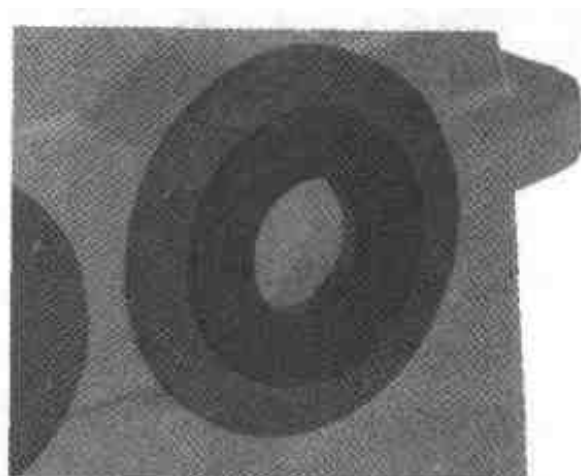

图 3.175 安装低速轴的密封盖
- (12) 选择【文件】|【插入】|【零件/装配】命令, 然后在所附光盘中找到 score\example\jixie\3\减速机装配\32-密封盖.ics 文件, 单击【打开】按钮, 安装成功后结果如图 3.175 所示。